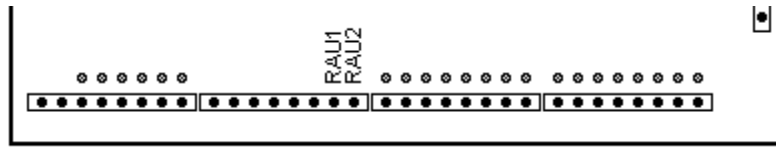

Figura 46
- 2 salidas auxiliares RAU1 y RAU2 (Figura 46)